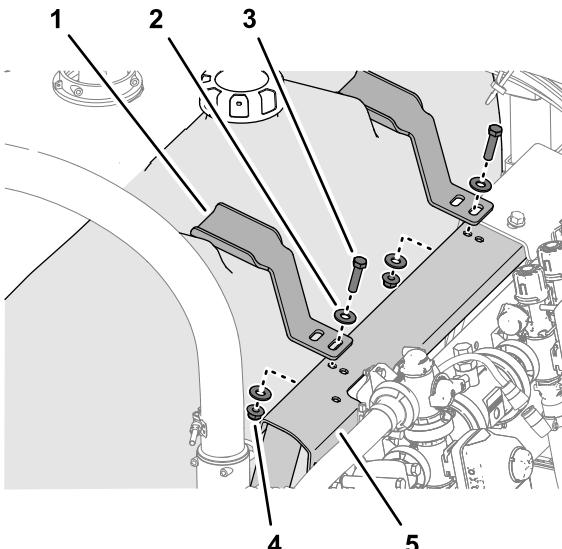

Рисунок 16
1. Совместите прижимной кронштейн с углублениями в верхней части промывного бака (Рисунок 16).
2. Совместите паз в прижимном кронштейне с отверстием в креплении клапана (Рисунок 16).
3. Установите, не затягивая, прижим на крепление клапана (Рисунок 16) с помощью болта (3/8 x 1½ дюйма), 2 шайб (3/8 дюйма) и фланцевой контргайки (3/8 дюйма), которые вы сняли при выполнении действий, описанных в разделе Снятие промывного бака \(страница 6\).
4. Повторите действия, описанные в пунктах 1 – 3, для другого прижима на другом углублении промывочного бака (Рисунок 16).